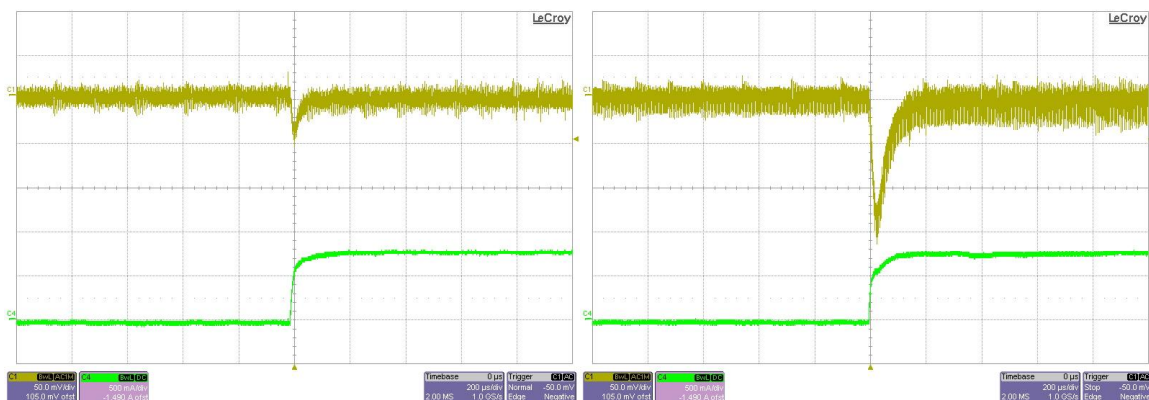

图 2 同步运行（左）具有最佳瞬态响应
**图 2** 显示了输出电流 700 mA 阶跃变化的两个瞬态负载响应。左边的线迹为连续情况，而右边的线迹则为非连续情况。在非连续情况下，瞬态响应比连续情况差了三倍多。同步 FET 用于强制连续运行。但是，也有一些获得较好瞬态响应的其他方法，包括预加载输出或者使用摆动电感等。摆动电感用于在低电流时增加电感。这个目标的实现，主要是通过两种磁心材料：低电流饱和和高铁氧体，以及低电流不饱和和粉末铁氧体。